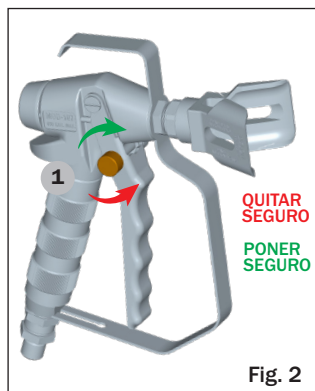

Fig. 2
- 1.- **Colocar el seguro** de la pistola (Nº1, fig.2).